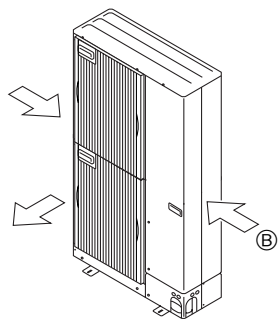

Fig. 2-16
- ② 尽可能将机组安置在送风口垂直于季候风方向的地方。(Fig. 2-16)